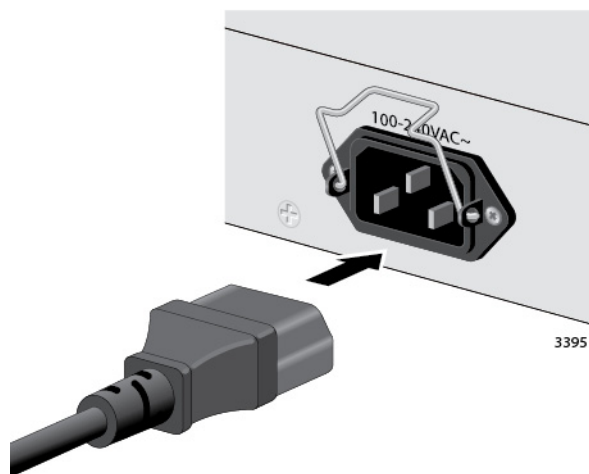

Рисунок 28. Подключение шнура питания переменного тока
3. Подключите шнур питания к разъему. См. рис. 28.